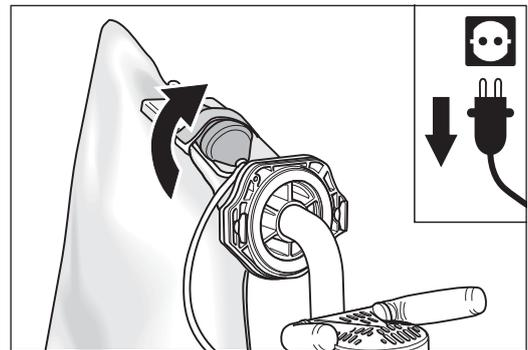

Abb. 21 Die Kupplung aus der Klettschleife am Staubsack nehmen.
- 2 Nehmen Sie die Kupplung des Verlängerungskabels aus der Klettschleife am Staubsack (Abb. 21).